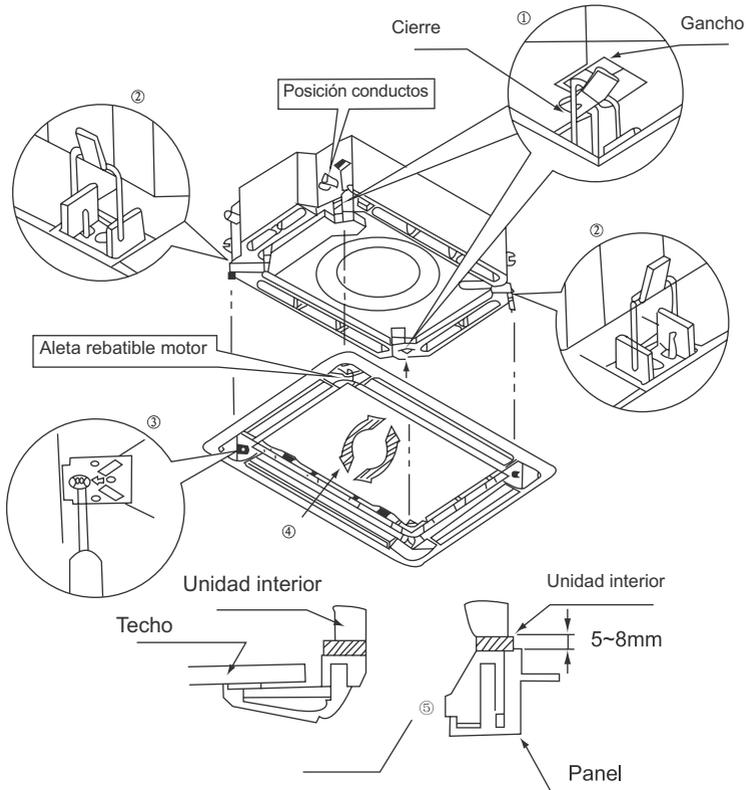

Fig.38
- (1) Coloque el panel en la unidad, y fije los ganchos al lado y enfrente del motor.
- (2) Fije otros dos ganchos.
- (3) Ajuste cuatro tornillos hexagonales bajo los cierres, a unos 15 mm.
- (4) Ajuste el panel en la dirección indicada por la flecha como se muestra en la Fig.38
(5) Apriete los tornillos hasta que el grosor del material hermético entre el panel y la unidad y la unidad interior se reduzca a 5-8 cm.